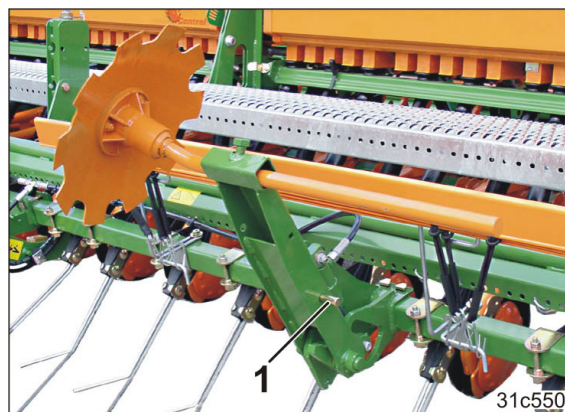

Fig. 211
1. Țineți ferm suportul discurilor de urmă (Fig. 211/1), îndepărtați bolțul și rabatați în jos suportul discurilor de urmă. Bolțul este asigurat cu un șplint.